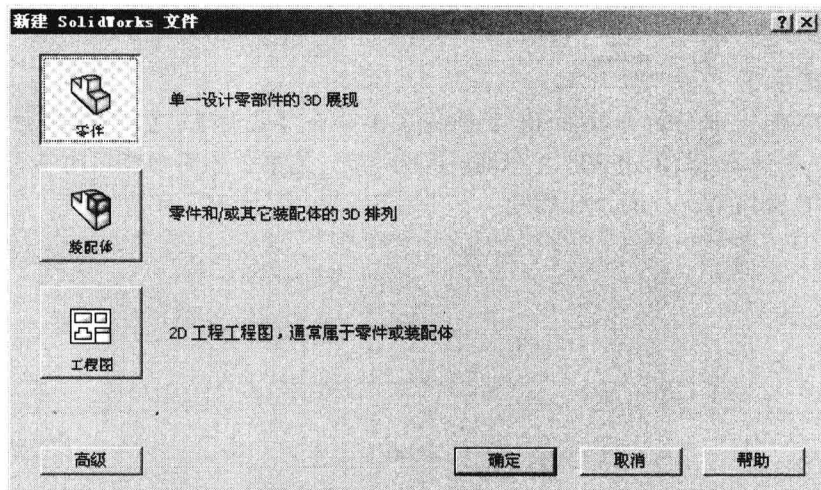

图 1-1
- (1) 单击工作界面上部的  按钮或选择菜单命令【文件】/【新建】，弹出图 1-1 所示的【新建 SolidWorks 文件】对话框，图中提供了零件、装配体和工程图 3 种文件类型。